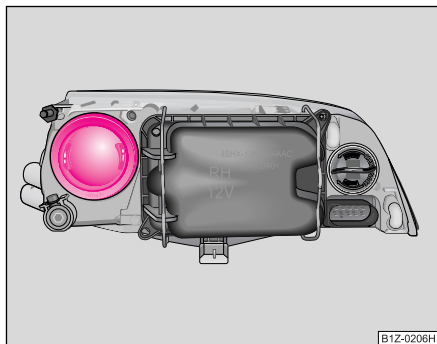

Fig. 221 Caperuza protectora de la bombilla para luz de carretera
- Desmonte la cubierta protectora por el lado posterior del faro ⇒ fig. 221.